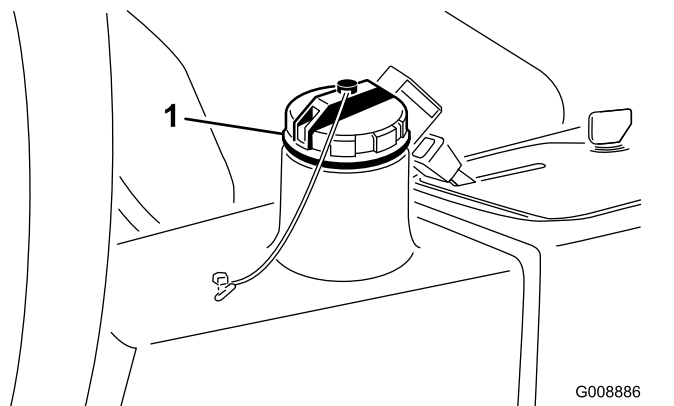

図 76
2. 油圧オイルタンクの注油口周辺をきれいに拭き、キャップ 図 76 を外す。